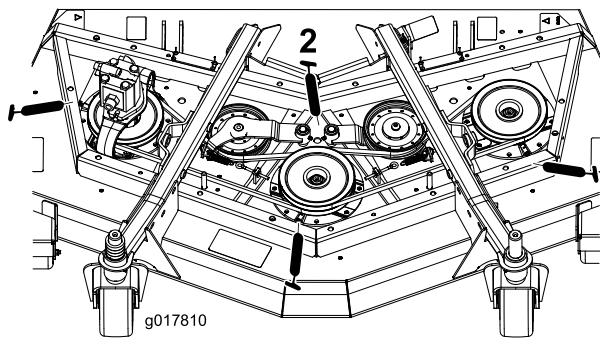

Figura 39
- Cojinetes de eje (3) (situados debajo de la polea) (Figura 39).
- Casquillos del pivote del brazo tensor (2) (Figura 39)